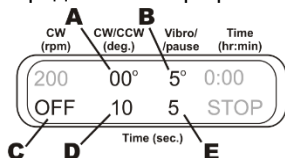

Рисунок 9.
6.9.4. **Вибродвижение + Пауза.** Отключите режим вращения, выставив время на ноль (OFF, рис. 9/C). Для возвратно-поступательного движения, установите угол поворота на ноль (рис. 9/A) и время (1-250 с, рис. 9/D), это продолжительность паузы. Установите угол поворота (1-5°, рис. 9/B) и время (1-5 с, рис. 9/E) для вибродвижения. График на рисунке 10 отображает данную программу.